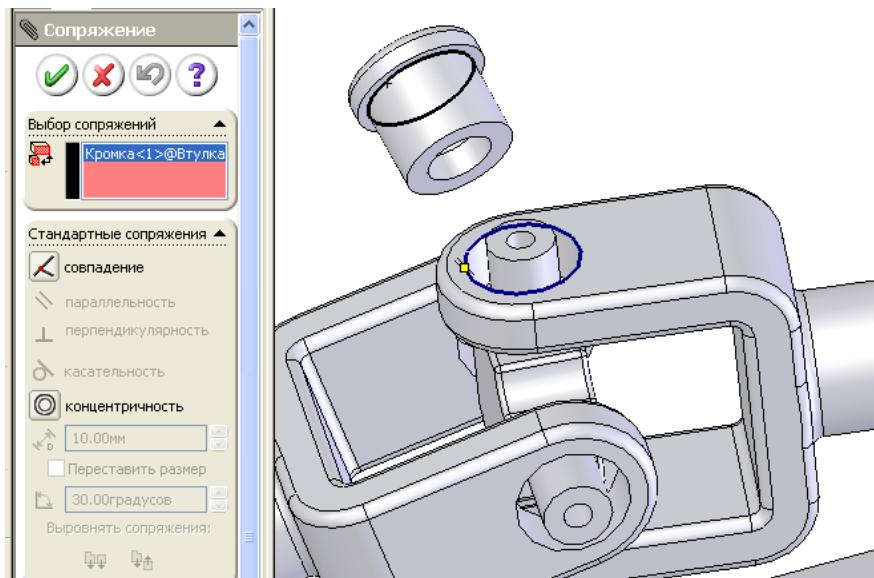

Рис. 8. Сопряжение деталей с использование совпадений кромок
4. Вставить в сборку следующий компонент – деталь «Втулка» (4 шт.) и создать требуемые сопряжения, выбирая кромки на детали «Втулка» и на детали «Вилка» как показано на рис. 8.